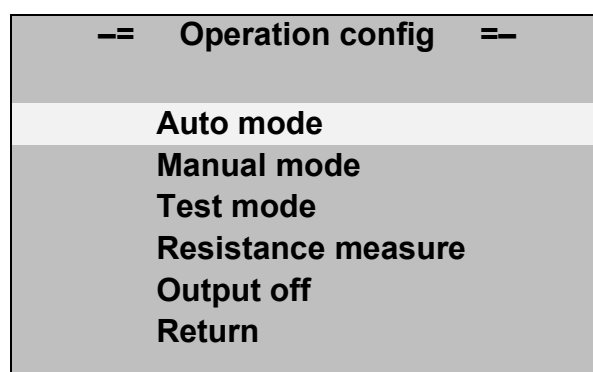

Рисунок 3.6
3.4.4 Меню настройки режима работы **«Operation config»** состоит из следующих команд (рисунок 3.6):